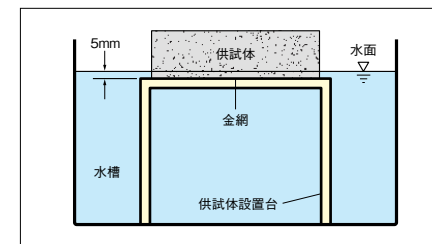

図10.12 吸上げ試験装置の概略図
- ①1g単位以上の精度で測定できるばかり
- ②湿度105±5℃に保持できる乾燥機
- ③吸上げ試験装置(図10.12)
吸上げ試験に用いる供試体はブロック有姿とし、製品の温度105±5℃の乾燥機で一定量になるまで乾燥した後、常温まで冷却したものとする。このときの供試体の質量を量り、これを絶乾質量(m_d)とする。乾燥状態の供試体を、図10.12に示す吸上げ試験装置に設置し、供試体の底面から5mmの高さまで水に浸るようにして30分間吸水させる。供試体を載せる台は金網などとし、水が滴り落ちない程度まで水を切り、湿った布で水膜を拭き取って質量を量り、30分後の吸上げ質量(m_a)とする。